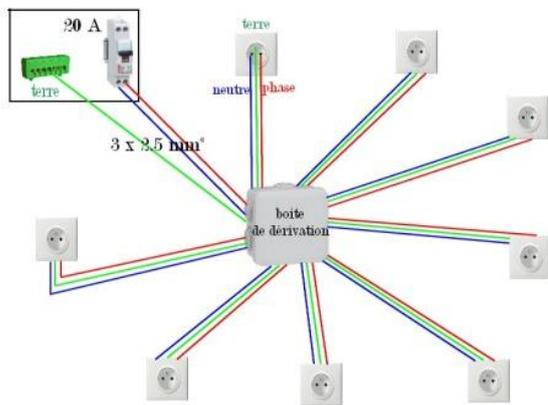

Fig.1: Circuit prises de courant
- Il est conseillé de raccorder maximum 8 prises de courant/luminaires par circuit (fig.1)